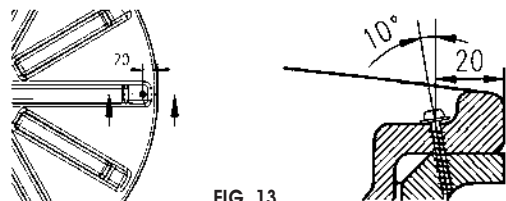

FIG. 13
- Per impedire l'apertura non autorizzata del coperchio (sicurezza bambini), soprattutto in caso di installazione interrata, il coperchio può essere bloccato con la vite fornita: praticare un foro di Ø 3 mm nell'incavo predefinito sul coperchio e la staffa del serbatoio (angolo di 10°), quindi avvitare. (vedi FIG. 13 - qui sotto).